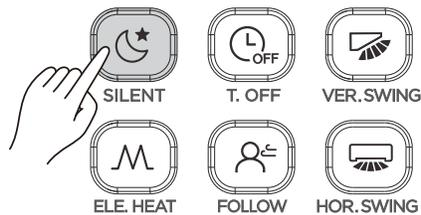

Figura 22
1. Quando a unidade está no modo Frio ou Quente, pressione  (consulte a Figura 22) para iniciar a função Silencioso. A tela exibe o ícone .